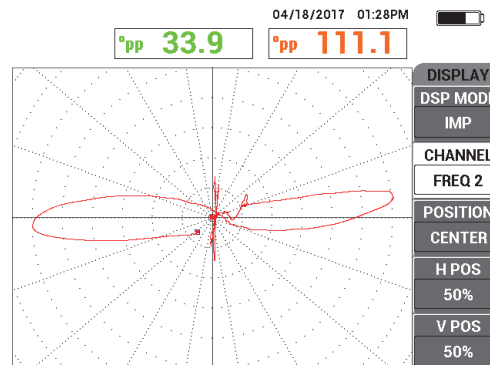

図 5-200 周波数 2 の検証信号
9. チューブ全体をスキャンし、貫通穴の信号が垂直でおよびサポートリング信号がクリップされていないことを確認します。必要に応じて調整します (272 ページの図 5-200 参照)。